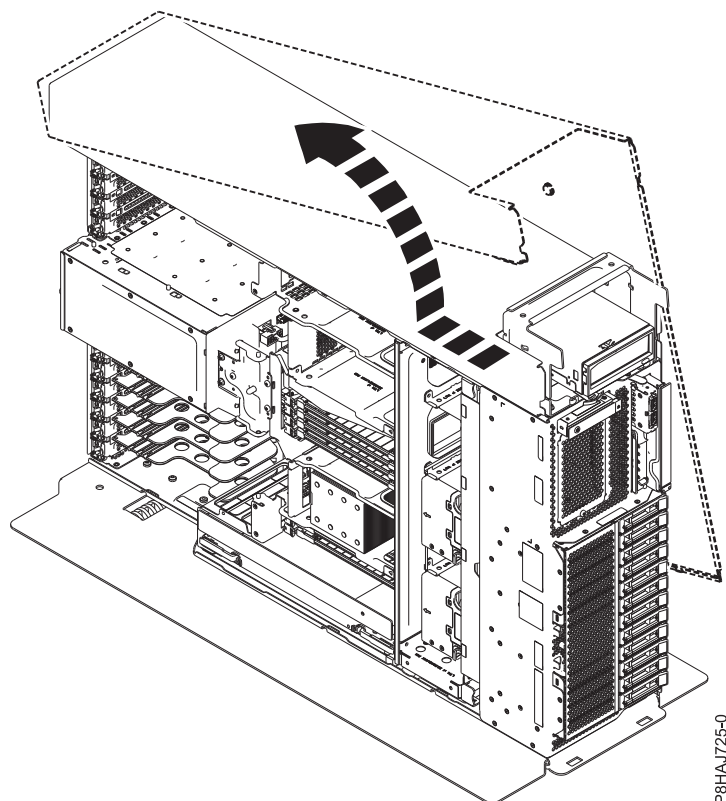

図 45. 8286-41A のサイド・カバーの取り外し
5. サイド・カバーを、図 45 に示されている方向へスライドさせて、システムから外します。